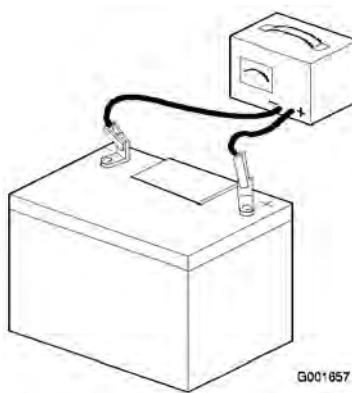

Bild 39
- Wenn die Batterie voll geladen ist, ziehen Sie den Stecker des Ladegeräts aus der Dose. Klemmen Sie dann die Klemmen des Ladegeräts von den Batteriepolen ab (Bild 39).